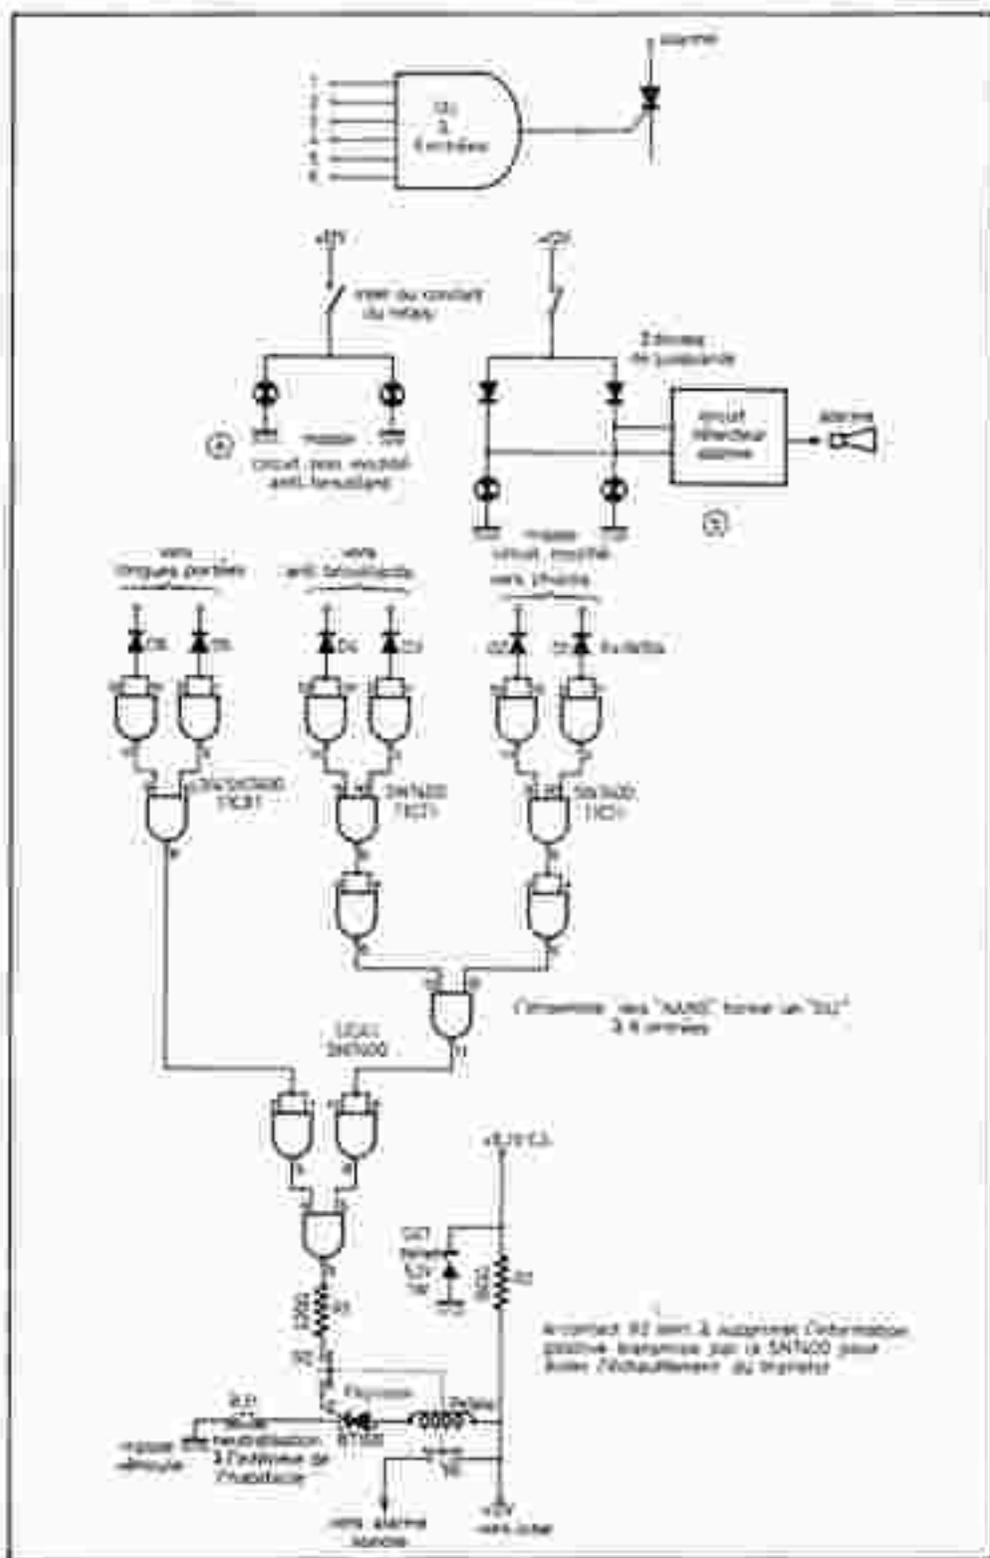

Fig. 1. et 2. - Ce montage évitera le vol de vos longues portées. Le schéma de principe révèle l'utilisation de quatre circuits intégrés SN 7400.
On le trouvera à la figure 1. Plaçons nous dans le cas où le strap S est soudé, et où rien n'est branché aux bornes X et Y . Le transistor T_1 ne conduit que si $V_A - V_B > 0,6$ V, donc si $V_A - V_C > 1,2$ V ($V_B - V_C = 0,6$ V à cause de la diode D_1). Si donc la tension appliquée à la base de T_1 par l'intermédiaire du pont diviseur ($R_1 +$
Fig. 1 & 3. - Il peut s'avérer utile de réaliser le montage de ce contrôleur, construit autour de deux transistors NPN classiques. Tracé du circuit imprimé et implantation des éléments à l'échelle.
Ce montage utilise de la T.T.L. (bien que la C.M.O.S fasse aussi bien l'affaire). Les circuits utilisés sont les plus courants de la famille, c'est-à-dire l'habituel 7400 ou équivalent. Il n'existe pas de circuit OU à six entrées (fig. 1), aussi avec 45N 7400 on parvient à pallier cet défaut (fig. 2).
1. Schéma synoptique (figure 1)
Fig. 1 et 2 - Schéma synoptique de la commande codée d'éclairage. L'examen du schéma de principe révèle l'utilisation de compteur logique et de portes NAND. Circuits intégrés SN7400 et SN7490